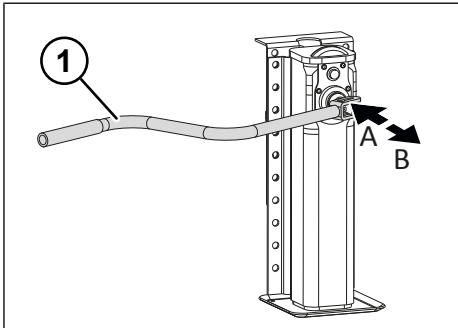

Fig. 5-3: Marcia lenta e marcia rapida del supporto posteriore
- ▶ Inserire la marcia rapida estraendo la manovella (vedere "Fig. 5-3: Marcia lenta e marcia rapida del supporto posteriore", p. 27).
- ▶ Inserire la marcia lenta premendo verso l'interno la manovella (vedere "Fig. 5-3: Marcia lenta e marcia rapida del supporto posteriore", p. 27).